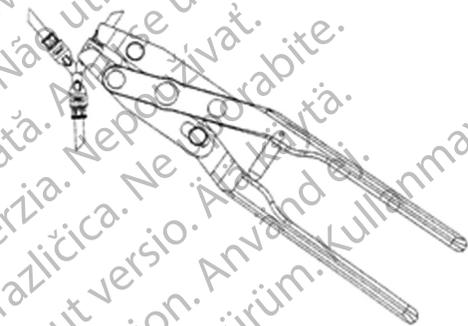

Abbildung 4-36. Quick Connect-Konnektorenzange (Zugang seitlich über einen 3-Wege-Konnektor)
9. Bei Verwendung eines 3-Wege-Konnektors muss die Zange dreimal, d. h. einmal an jedem Konnektorende, angesetzt werden. Die Zange muss von der Seite beider Konnektorenden fassen. Schlauch in jedes Konnektorende schieben, bis sie die Innenwand berührt (was durch das Sichtfenster zu erkennen ist) (**Abbildung 4-36**).